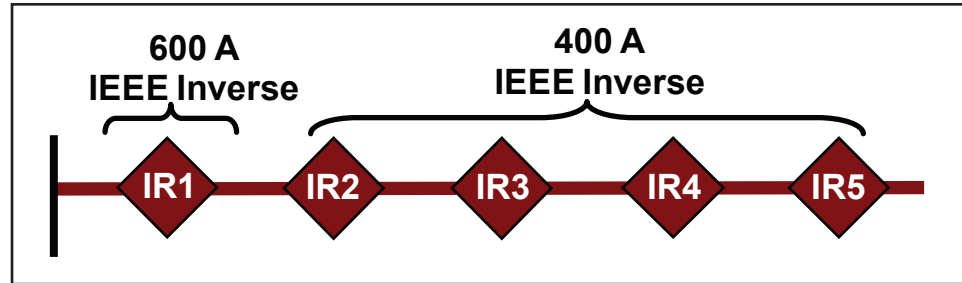

Figura 23. Falta permanente CEC; todos os interruptores de falta IntelliRupter estão fechados e em coordenação.
- Todos os interruptores de falta IntelliRupter estão fechados e em coordenação na medida do possível. Ver Figura 23 na página 44.